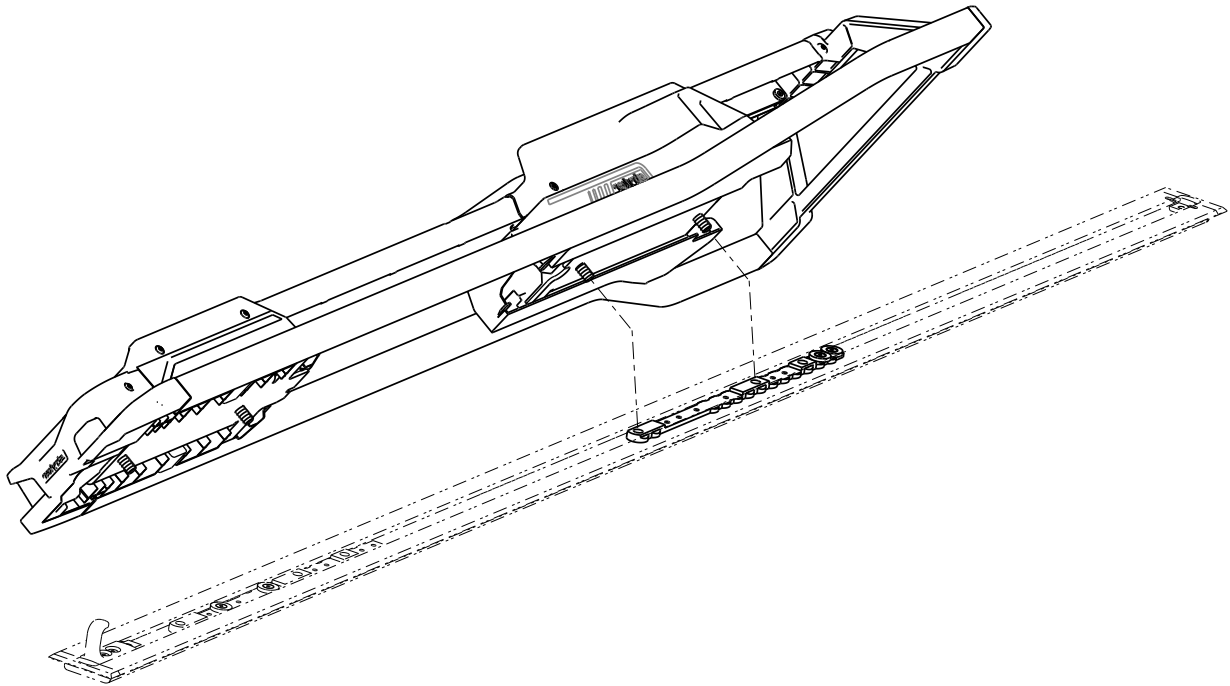

Abbildung 11 – Ausrichtung des Performance-LOAD
1. Das **Performance-LOAD** auf die Bodenplattenbaugruppe legen. Die beiden Bolzen am Kopfende mit den beiden Löchern in der Leiste zur Deckung bringen (Abbildung 11).